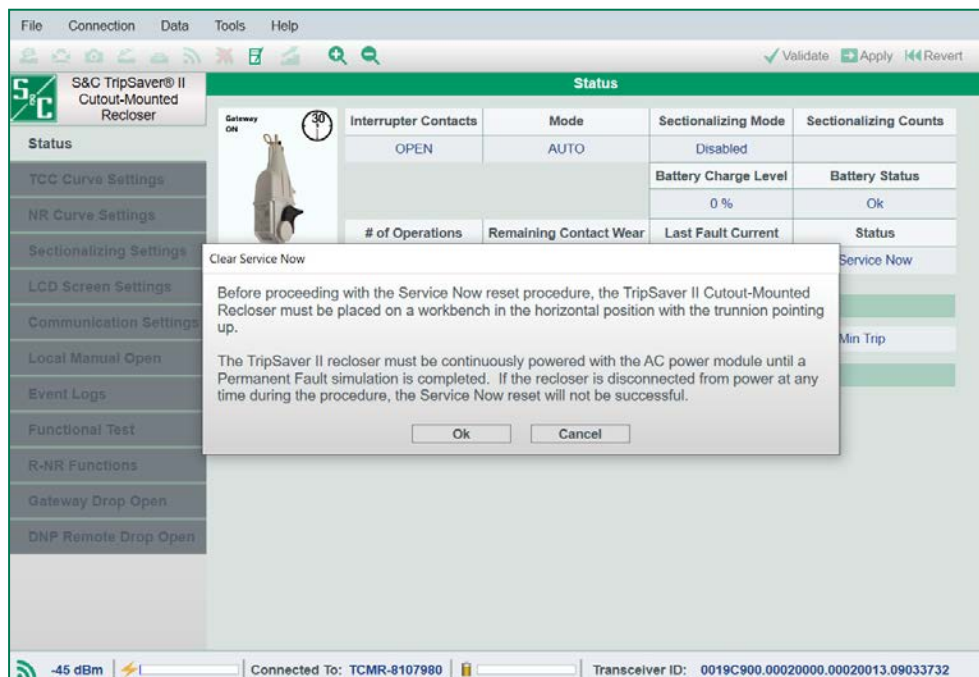

Figura 159. Caixa de diálogo de Remoção da Tela de Manutenção Imediata.
PASSO 6. A caixa de diálogo Clear Service Now, mostrada na Figura 159, é exibida com a mensagem seguinte: